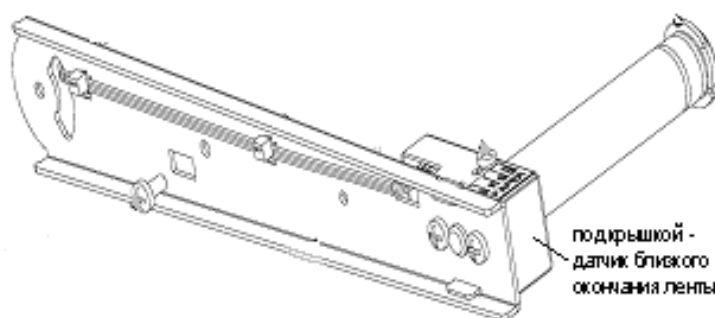

Рисунок 7.11 – Место размещения датчика близкого окончания ленты
- снять с рулонодержателя крышку (Рисунок 7.11), под которой расположен датчик;